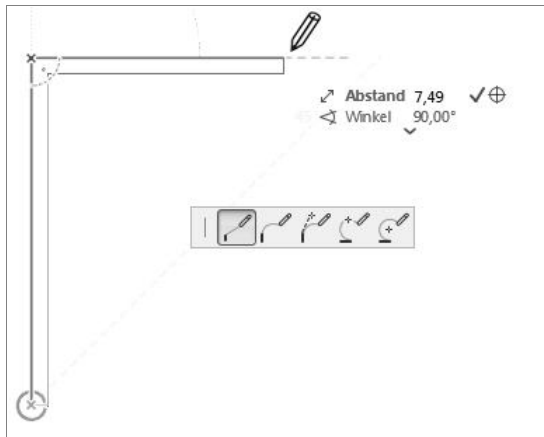

Abb. 1.32: Erste Wand fertig, zweite Wand weitergezeichnet mit TRACKER-Eingabe für Länge
Es erscheint vorgabemäßig für die Eingabe des Endpunkts nun auch der TRACKER als Feld mit blauen Texten zur Vereinfachung der Koordinateneingabe. In das fett hervorgehobene erste TRACKER-Feld ABSTAND können Sie nun direkt über die Tastatur die Länge der Wand eingeben (7,99) ⑤. Mit der Taste  könnten Sie zum nächsten TRACKER-Feld wechseln, mit  beenden Sie die Eingabe. Anstelle der -Taste können Sie auch auf das Häkchen rechts neben der Zahl klicken, um die Eingabe zu akzeptieren. Damit haben Sie das erste Wandstück erstellt (Abbildung 1.32).